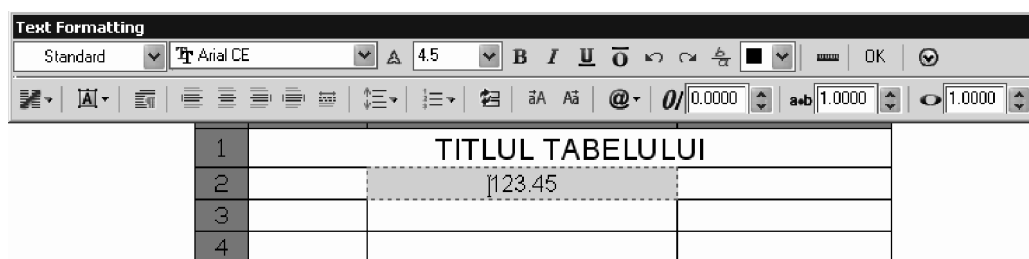

Fig. 6.46 Completarea celulelor tabelului
2. Se completează celula, eventual formatând textul, cu ajutorul liniei de comenzi **Text formatting** – vezi Fig. 6.46.